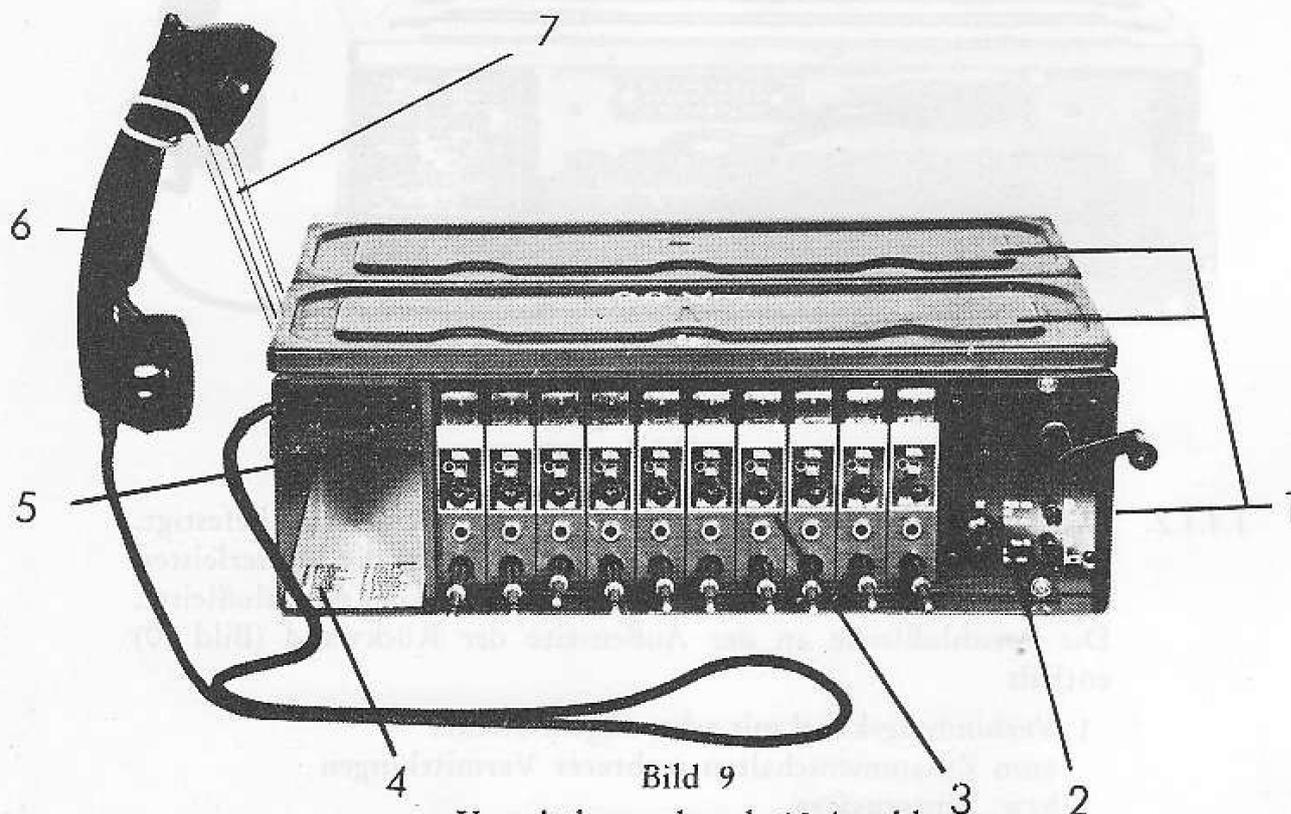

Bild 9
1.4.1. Der Fernsprechvermittlungsschrank 10 Anschl OB (Bild 9 u. 10) besteht aus:
| 1 | Gehäuse, vollst. | (Bild 9, 1) |
| 1 | Batterieeinschub | (Bild 9, 5) |
| 10 | Teilnehmereinschüben | (Bild 9, 3) |
| 1 | Abrage — Rufeinschub | (Bild 9, 2) |
| 1 | Handapparat | (Bild 9, 6) |
| 1 | Handapparatgabel | (Bild 9, 7) |
| 1 | Buchstabiertafel im Handapparatfach | (Bild 9, 4) |